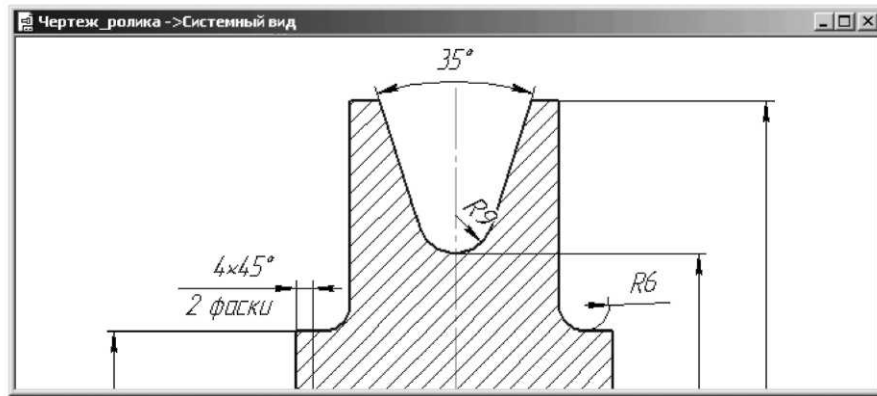

Рисунок 4.21 Результат проставляння тексту під розмірним написом фаски
– клацніть у діалоговому вікні **Задание размерной надписи** по кнопці **OK**, а потім на **Специальной панели инструментов** по кнопці **Создать объект** або натисніть комбінацію клавіш **Ctrl+Enter**. З'явиться напис **2 фаски** під розмірним написом (рис. 4.21). При оброзмірювати креслення розмірна лінія й напис ширини ролика були зміщені долілиць, що зменшило область для подання **Технические требования**.